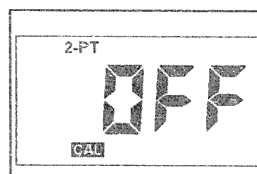

図 2-8
- キーを押し、▲キーまたは▼キーで OFF 状態を選択します（図 2-8）。